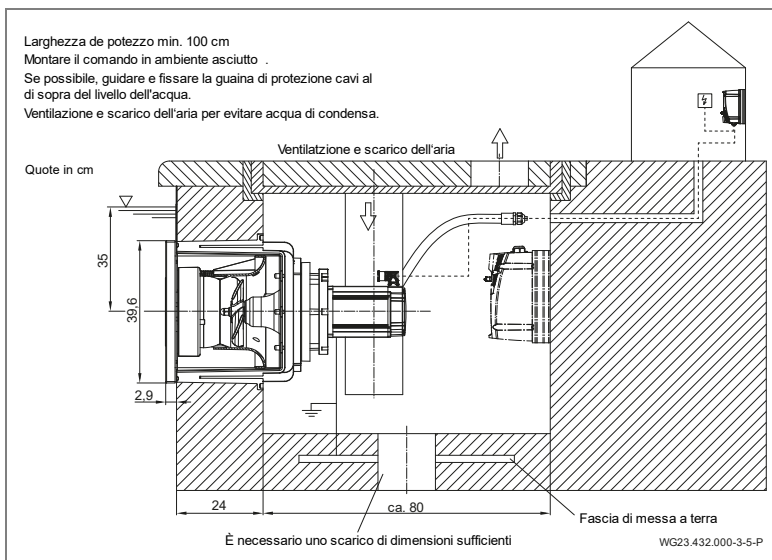

Fig. 17
1. Sgrassare il bocchettone di raccordo (d, (Fig. 17)) dell'alloggiamento in plastica (1) e la presa di collegamento della guaina di protezione cavi (12) con un detergente PVC-U/ABS.